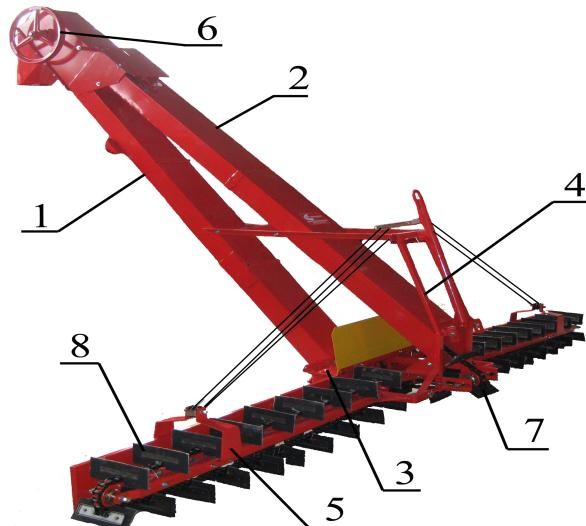

Рис. 2
3.4.Транспортер загрузочный (рис.2) состоит из корпуса 1, кожуха 2, двух конических редукторов 3, рамки питателей 4, питателей 5, привода 6, бесконечной скребковой цепи транспортера 7, скребковых цепей питателей 8 и служит для подачи материала в триммер.